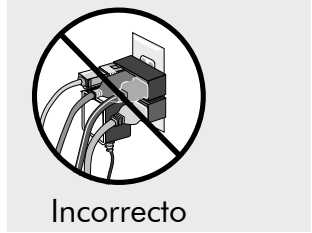

Figura 71
- No compartir el toma corriente con otros equipos eléctricos. (Figura 71)